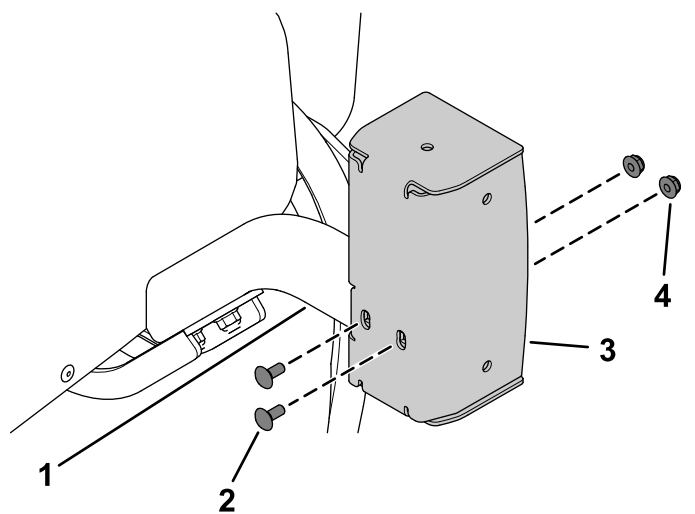

Figur 23
- Fastgør det venstre korte beslag og det højre korte eller lange beslag til det venstre og højre beslag med 4 bræddebolte (5/16" x 3/4") og 4 flangemøtrikker (5/16") som vist i Figur 23.